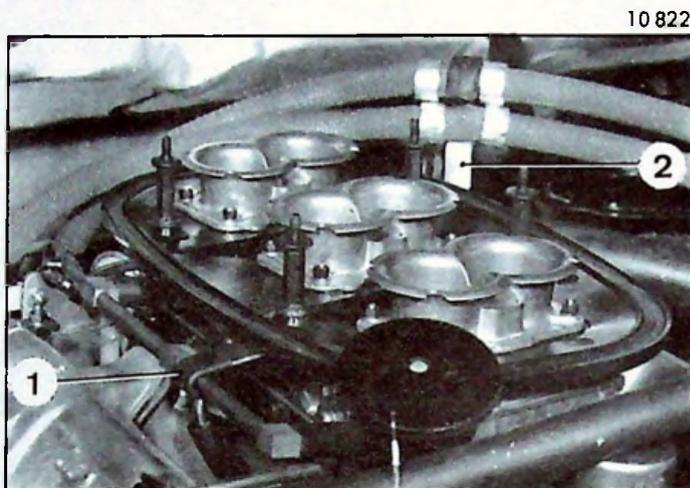

Figure 6
Conservé ce montage si aucune défectuosité n'apparaît sur les pièces, mais remplacer les deux vis existantes par deux vis à tête percée n° 1 S 5 436 643 W et les arrêter par un fil de laiton n° 0 S 5 436 644 G comme indiqué sur la figure 6.
Déposer les quatre vis auto-treînées (fig. 4) et les remplacer par les vis à tête percée et les freiner à l'aide du fil d'arrêt suivant fig. 6.
- Freiner les vis (5) à l'aide des fils d'arrêt comme indiqué figure 6 .